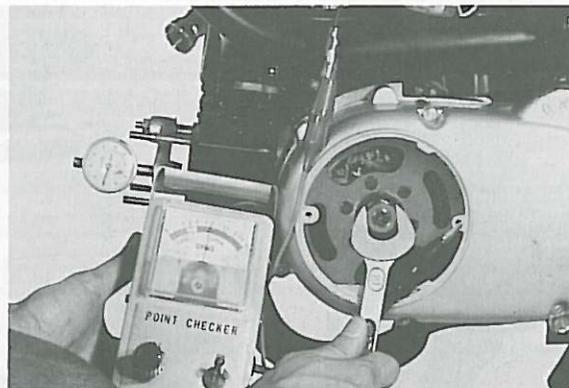

Fig. 2-5-4
8. Slowly turn flywheel counterclockwise until dial gauge reads ignition advance setting listed in Specifications Table. At this time, the point checker needle should swing from "CLOSED" to "OPEN" position, indicating the contact breaker (ignition points) have just begun to open. (Fig. 2-5-4)
8. Tourner lentement le volant en sens inverse des aiguilles d'une montre, jusqu'à ce que le comparateur indique le point d'allumage spécifié au tableau des caractéristiques techniques. A ce moment précis, l'aiguille du contrôleur de rupteurs doit osciller de la position "CLOSED" à la position "OPEN", indiquant que les contacts du rupteur viennent de commencer à s'écarter. (Fig. 2-5-4)
8. Nun das Schwungrad langsam im Gegenuhrzeigersinn drehen, bis die Meßuhr die in der Tabelle angegebene Frühzündungseinstellung anzeigt. Zu diesem Zeitpunkt muß die Anzeigenadel des Unterbrecherprüfers von der Stellung „CLOSED“ auf „OPEN“ schwingen, wodurch angezeigt wird, daß sich die Unterbrecherkontakte gerade zu öffnen beginnen. (Fig. 2-5-4)